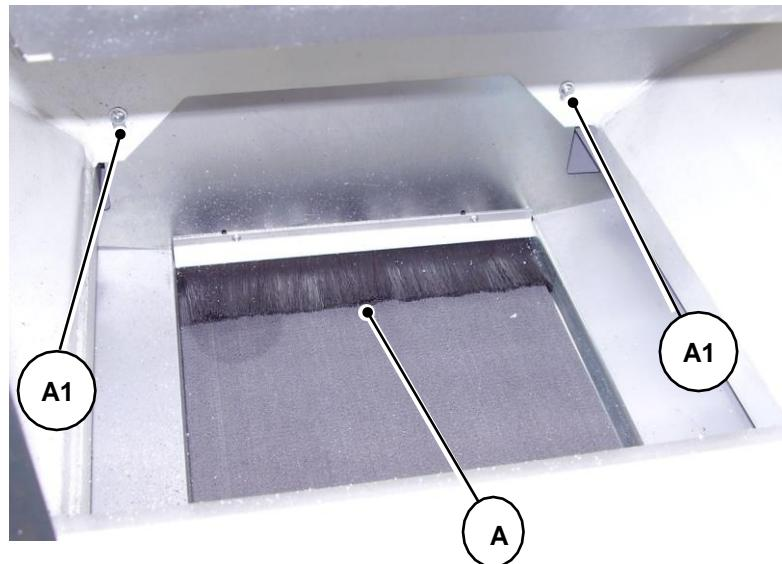

Fig. 09-17
- Retirar a escova protetora de aparas "A" na proximidade da cabeça fixa, rodando os respectivos parafusos de fixação "A1" (Fig. 09-17).